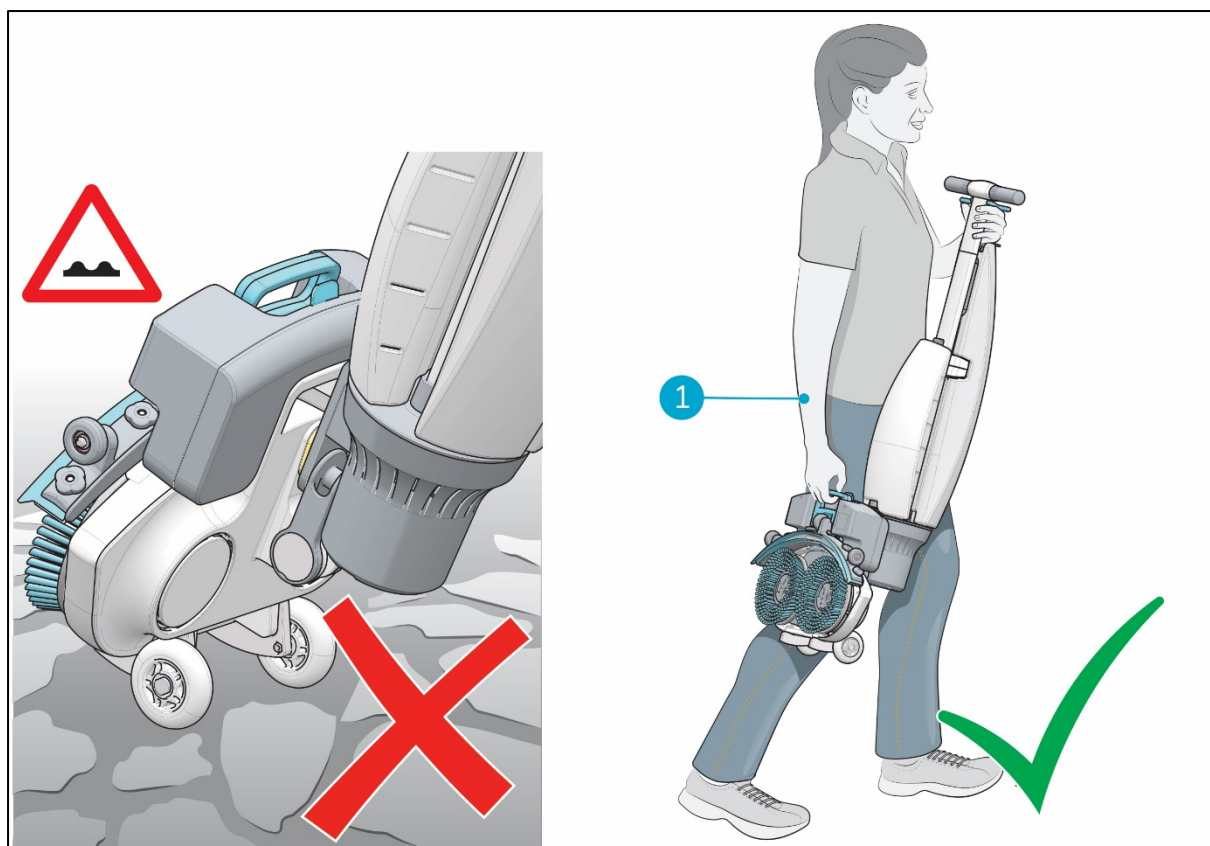

Figura 6
2. Lleva la i-mop Lite con una mano mientras sujetas el asa (Figura 6, pos. 1) con la otra.